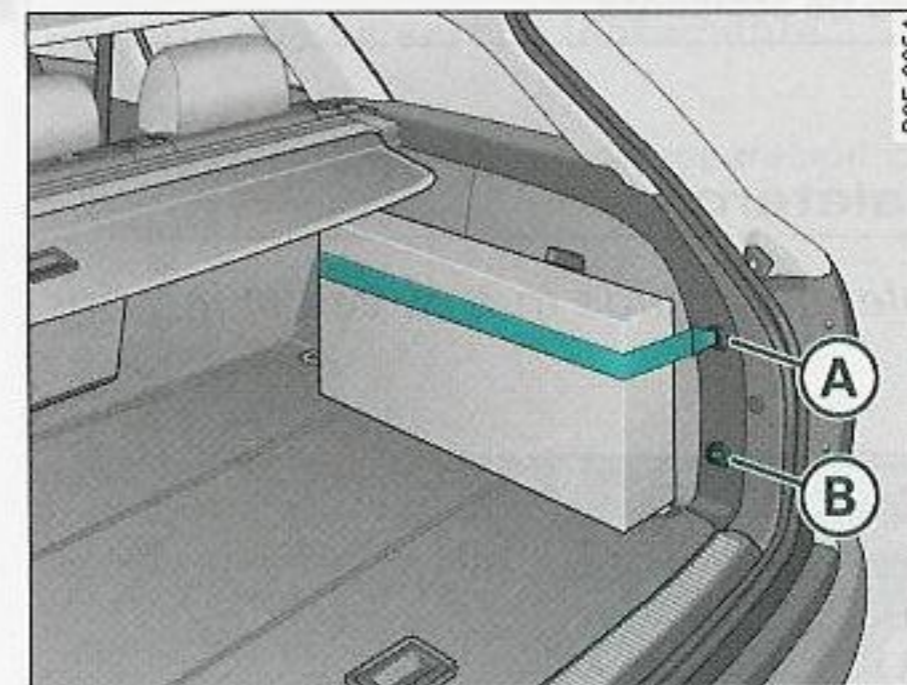

Fig. 97 Cinturón de sujeción en el revestimiento lateral derecho del maletero
- Enganche el cinturón de sujeción en el alojamiento (A) o bien (B) ⇒ fig. 97.